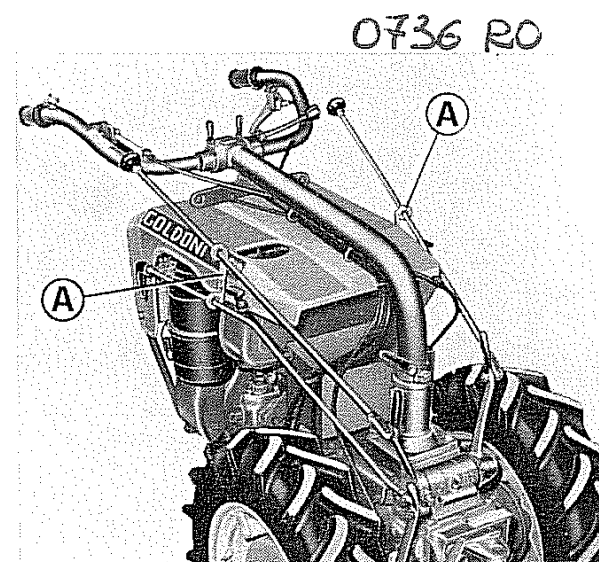

Fig. 15 - Rotazione stegole
- A stegole girate ribloccare la leva 10 e montare i due supporti **A** (fig. 15) in dotazione alla macchina.